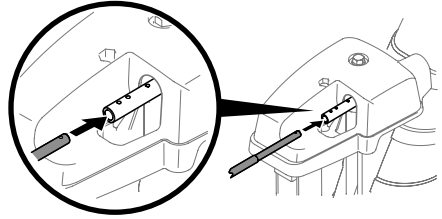

Figura 30
2. Inserte el extremo redondeado de la varilla de control del canal en el cabezal de control del canal. Empuje la varilla dentro del cabezal de control del canal lo más posible, manteniendo los orificios de la varilla orientados hacia arriba (Figura 30).